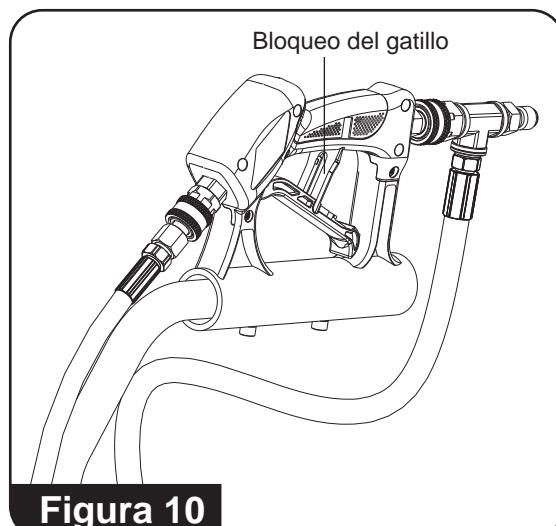

Figura 10
1. Bloquee el gatillo de la pistola de la limpiadora de superficies. Para esto, mueva el bloqueo del gatillo a un ángulo de 90° de modo que descance contra la manija (**consulte la figura 10**).